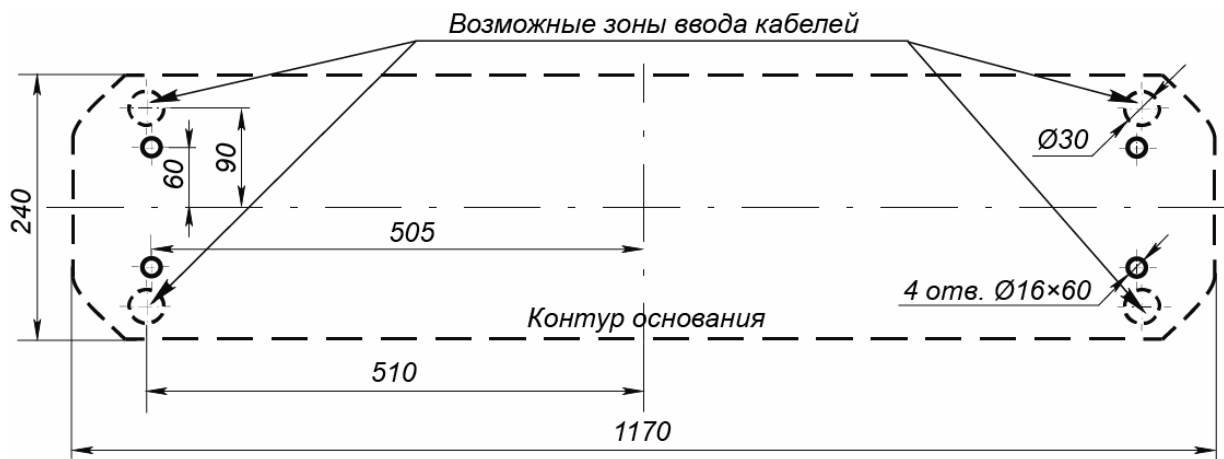

Рисунок 11. Схема разметки для установки стойки ЭП
4. Выполните на установочной поверхности в соответствии с рис. 11 разметку отверстий для монтажа стойки.
5. При необходимости прокладки кабелей под поверхностью пола подготовьте в полу кабельный канал, подходящий к одной из зон подводки кабелей, указанных на рис. 11.